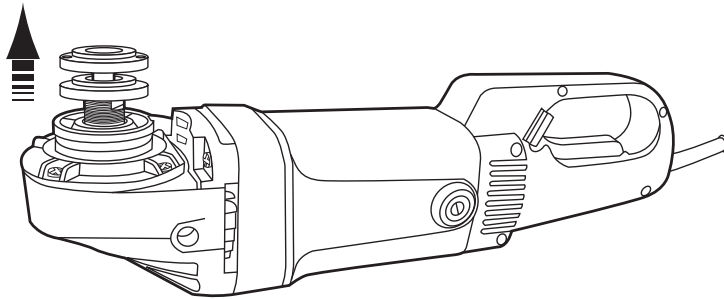

Abb. 3
1. Nehmen Sie den Spann- (8) und Stützflansch (10) von der Spindel (Abb. 3). Der Spannflansch lässt sich durch Abschrauben abnehmen, der Stützflansch kann einfach von der Spindel gezogen werden.